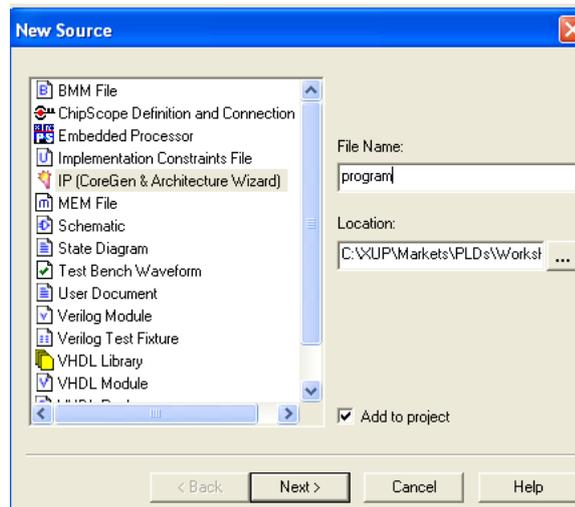

Рис. 1. Диалог создания нового объекта
- ❷ В диалоге New Source, выберите **IP (CoreGen & Architecture Wizard)** и напечатайте **program** в поле для ввода имени (File Name), как показано на **Рис. 1**